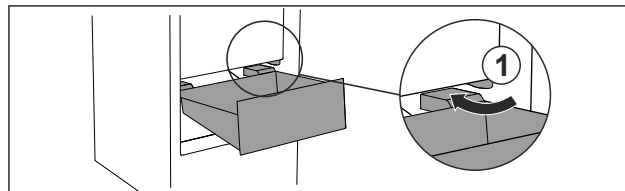

Fig. 102
- ▶ Umetnite ladicu koso oko zaustavljača Fig. 102 (1).